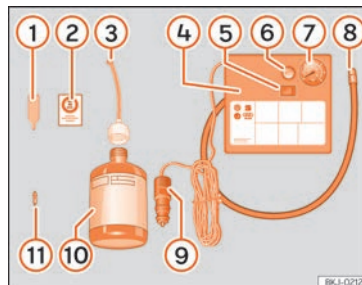

Abb. 34 Prinzipdarstellung: Bestandteile des Pannensets.
Das Pannenset befindet sich im Gepäckraum unter dem Bodenbelag. Es besteht aus folgenden Bestandteilen »» **Abb. 34:**
- Ventilkappe und Ventileinsatz vom Reifenventil abschrauben. Verwenden Sie den Ventileinsatzdreher »» **Abb. 34** ① zum Heraus-schrauben des Ventileinsatzes. Legen Sie den Ventileinsatz auf einem sauberen Untergrund ab.
- Reifendichtmittelflasche kräftig schütteln »» **Abb. 34** ⑩.
- Schrauben Sie den Einfüllschlauch »» **Abb. 34** ③ auf die Dichtmittelflasche. Die Folie am Verschluss wird automatisch durchstoßen.
- Verschlussstopfen vom Einfüllschlauch »» **Abb. 34** ③ entfernen und das offene Ende ganz auf das Reifenventil stecken.
- Ventileinsatz mit dem Ventileinsatzdreher »» **Abb. 34** ① wieder in das Reifenventil schrauben.
- Reifenfüllschlauch »» **Abb. 34** ⑧ des Luftkompressors fest auf das Reifenventil schrauben.
- Prüfen, ob die Luftablassschraube »» **Abb. 34** ⑥ zuge dreht ist.
- Stecker »» **Abb. 34** ⑨ in die 12 Volt-Steckdose des Fahrzeugs stecken »» **Seite 161**.
- Luftkompressor mit dem EIN- und AUS-Schalter »» **Abb. 34** ⑤ einschalten.
- Kleben Sie den Aufkleber »» **Abb. 34** ② im Sichtfeld des Fahrers auf das Kombi-Instrument.
Den Reifenfüllschlauch »» Abb. 34 ⑤ wieder anschließen und den Reifenfülldruck an der Reifenfülldruckanzeige ⑥ ablesen.